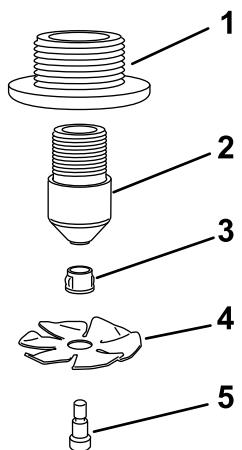

Figure 14
1. Assemblez les buses illustré à la (Figure 14).